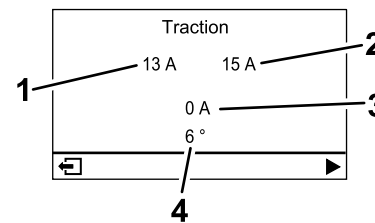

Figura 22
- **Pantalla de motor de tracción (Figura 22):** muestra el ángulo de dirección actual y el amperaje asignado a cada motor de tracción.